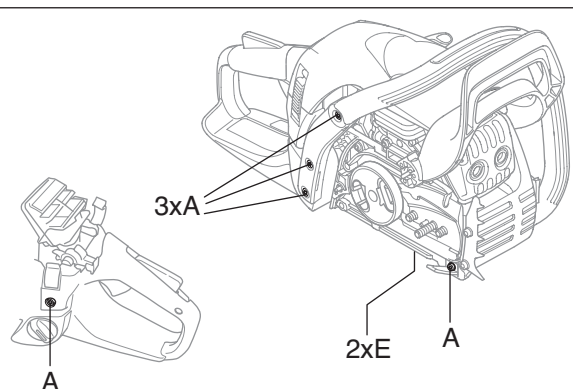

Figura 46
5. Quitar los tornillos (A). Desmontar el mango. (Ver la figura 46.)
3. Montar el mango con los tornillos (A). Apretar los tornillos con el par indicado en los datos de servicio. (Ver la figura 46.)